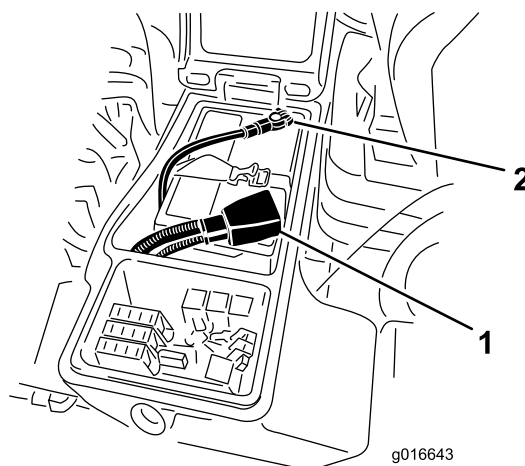

Figure 84
5. Raccordez le câble positif (rouge) de la batterie à la borne positive (+) et le câble négatif (noir) à la borne négative (-) (Figure 84).